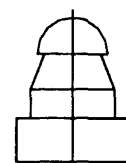

Рис. 2.10
- ◆ на запрос о радиусе окружности можно или набрать число (в нашем случае — **40**, Enter), или в режиме «резинового» многогранника подвести прицел курсора к точке пересечения окружности и осевой линии и щелкнуть л.к.м. (рис. 2.10).